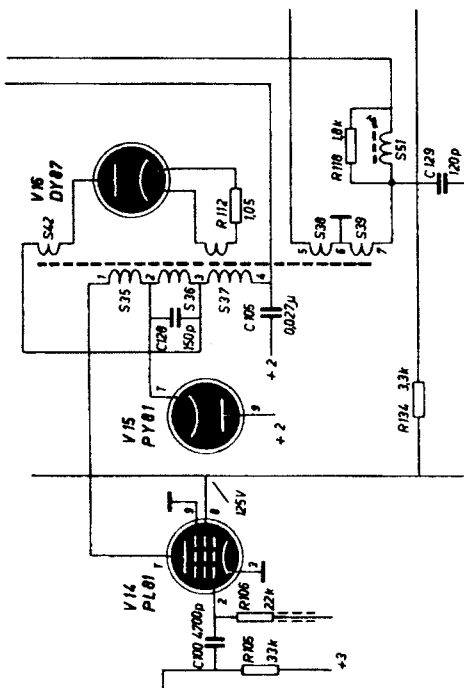

Fig. 18
Doordat de elektronen in snelheid verminderen, ontstaat een veel grotere afbuiging van de elektronenstraal. Daardoor lijkt het alsof het beeld naar voren komt. Zie fig. 18
2. De beide buizen V 14 en V 15 resp. PL 81 en PY 81 hebben een te lage emissie. Het laatste was hier het geval, nadat de beide buizen vervangen waren was de fout verholpen en de beeldbreedte weer normaal. Zie fig. 18